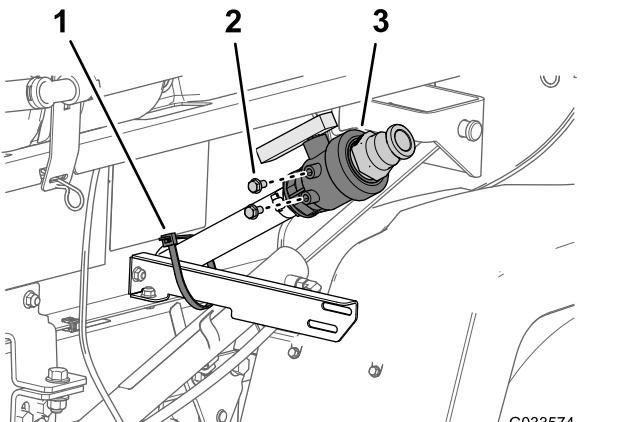

図 13
1. ドレンバルブと液剤タンク用のホースをドレンバルブ用ブラケットに固定しているケーブルタイを外す図 13。
2. ドレンバルブのケースから、フランジヘッドボルト5/16 x  $\frac{5}{8}$ " 2本を外す図 13。